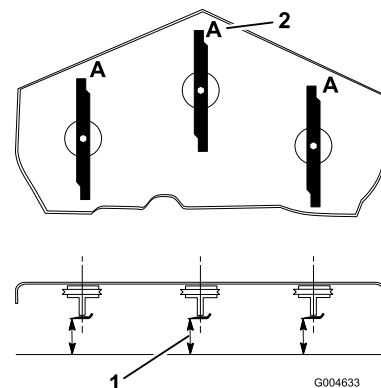

Figura 72
3. Gire las cuchillas hasta que los extremos estén orientados hacia adelante y hacia atrás (Figura 72). Mida desde una superficie nivelada hasta el filo de corte, posición **A**, de las cuchillas (Figura 72). Anote esta dimensión.